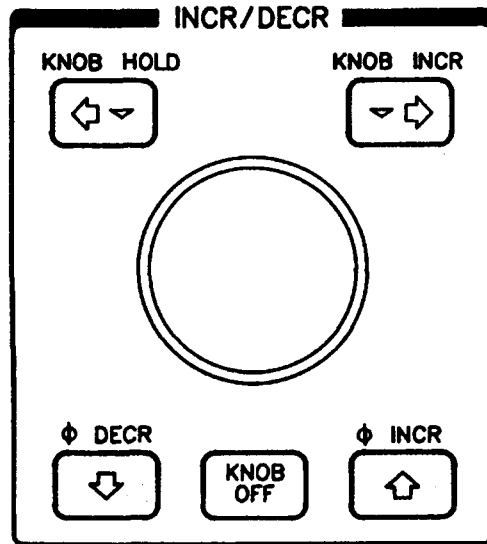

図 3-4. スタート, ストップ, 中心周波数, および周波数
- ・ 図3-4 のフロント・パネル・キーの網かけされたインクリメント・キーまたはデクリメント・キーを使用する方法。